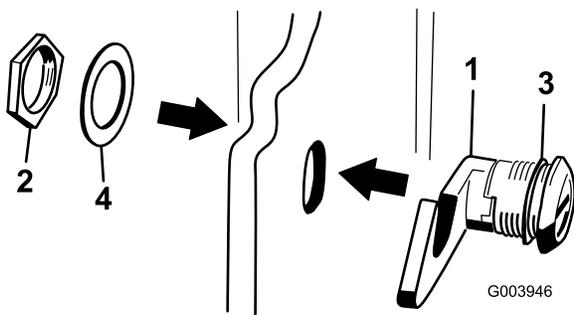

Рисунок 17
- Выверните гайку с узла защелки капота (Рисунок 17).